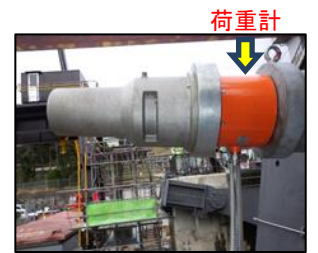

図4 再緊張力測定方法
- 2) PC再緊張力測定：図4に示すように、一般的なロードセル（荷重計）をPCアンカー荷重伝達部に設置することで得られる。